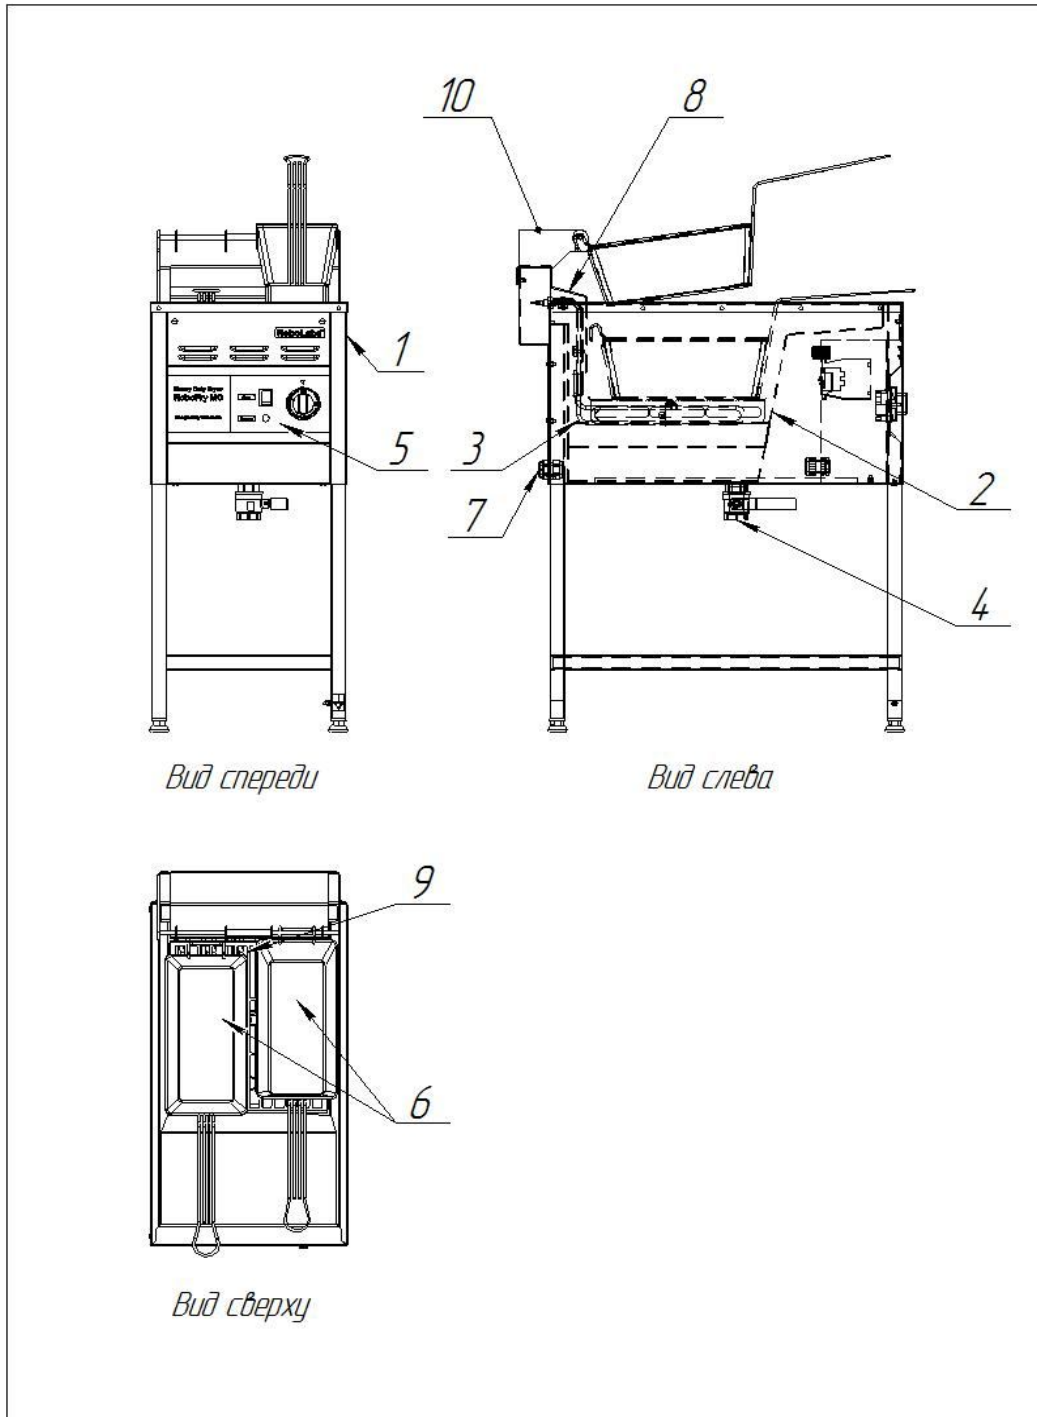
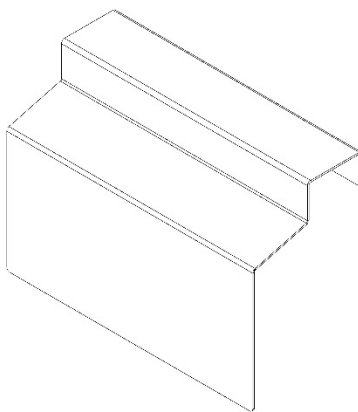

Рис. 1
Рис. 3
*На рис. 1 одна корзина изображена в нижнем положении, вторая – в верхнем.
Внешний вид фритюрницы RoboFry MC представлен на Рис. 1.
Защитный экран (поз. 8 на рис. 1) снимается для удобной чистки ванны. Изображён на Рис. 3.
Над ТЭНами (Рис.1 поз.3), укладывается защитная решётка (Рис.1 поз.9), предохраняющая электронагреватели от повреждений загруженными корзинами с продуктами.
Фритюрница RoboFry MC оснащена кронштейном для корзин, который удерживает корзины в верхнем положении, как показано на Рис. 1.
Корзины устанавливают на зацепы (кронштейн корзин Рис. 1 поз.10). Во фритюрницах RoboFry MC зацепы находятся над ванной. Погружение корзин в ванну осуществляется вручную, строго на защитную решётку (Рис.4).
Откройте сливной вентиль Рис.1 поз.4, подождать опустошения ванны, закрыть сливной вентиль.
Перед заливкой свежего масла фритюрницу следует вычистить и вымыть. Для этого следует снять защитный экран (Рис. 3). Соблюдайте осторожность, избегая повреждения рабочих органов изделия.
2.4.4 Убедитесь в наличии тары под ванной и откройте сливной вентиль (Рис.1 поз.4).